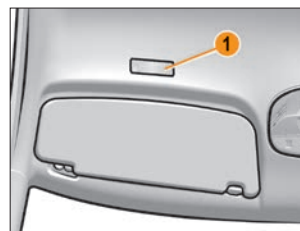
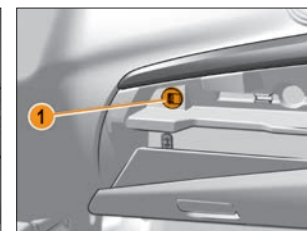

Рис. 2. Микрофон MMC
Рис. 3. USB-разъем MMC для подключения USB-накопителя
2.3. Ниже приведено описание особенностей управления автомобилем с автоматизированной (АМТ) коробкой передач и левым расположением органов управления (см. рис. 2), которые необходимо учитывать при эксплуатации автомобиля согласно требованиям основного РЭ автомобиля:
Перед солнцезащитным козырьком водителя расположен микрофон 1 MMC (рис. 2). MMC LADA EnjoY Pro имеет возможность подключения USB-накопителя. USB-разъем 1 (рис. 3) для подключения USB-накопителя расположен в вещевом ящике. Данный USB-разъем может быть использован и для зарядки аккумуляторов внешних периферийных устройств (планшетный компьютер, смартфон) с номинальным напряжением 5 вольт (V) и номинальным током нагрузки не более 2.1 ампер (A). Для подключения заряжаемого устройства должен быть использован разъем USB, тип A.